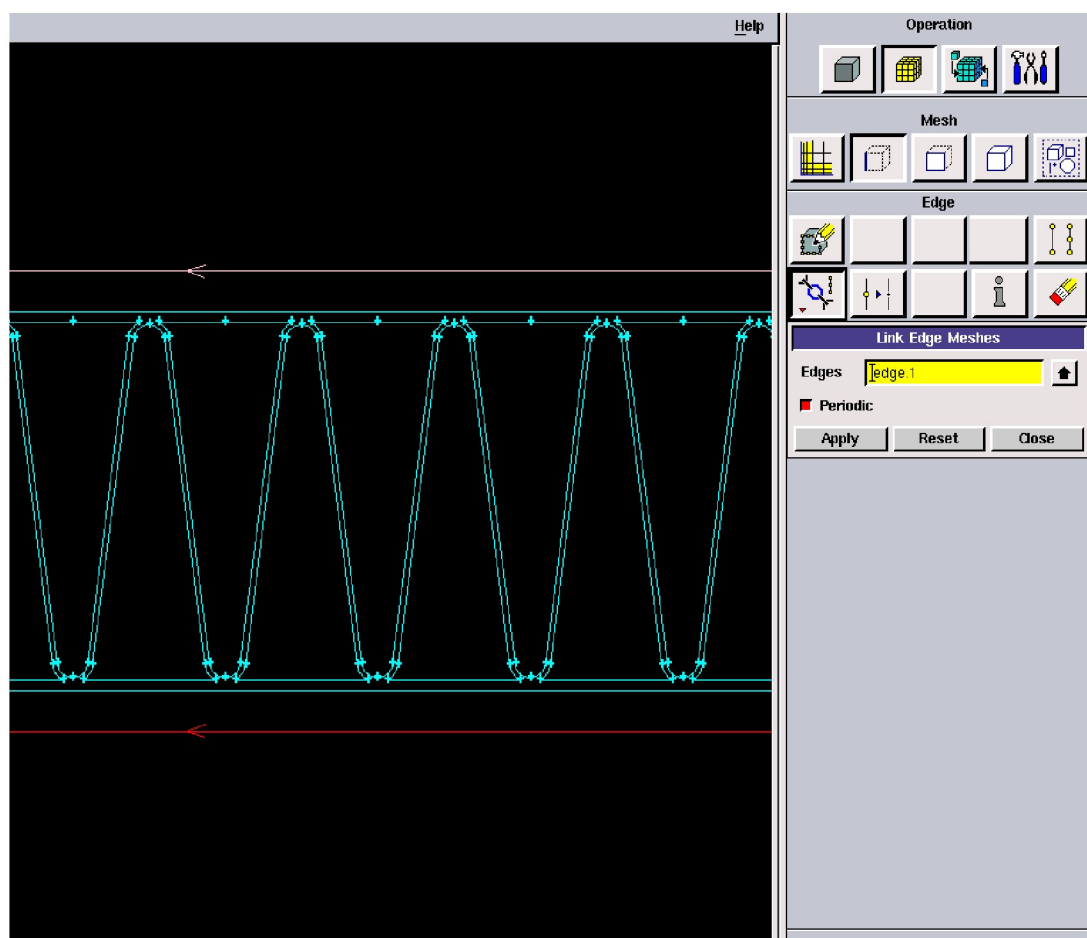

Рисунок 60 – Процесс объединение линий
10. Объединение линий для одинакового разбиения сеткой (рисунок 60).
Для выполнения данного действия открывается меню *Link Edge Meshes*, затем выбирается верхняя и нижняя линии (рисунок 60). Для выполнения процесса объединения нажимается кнопка *Apply*.